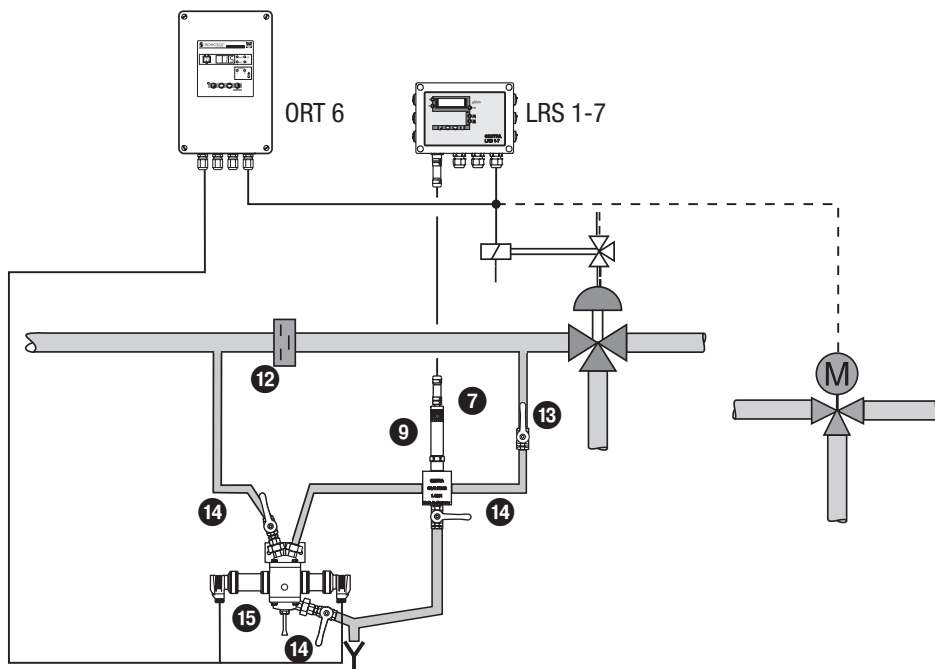

Fig. 8
- De geleidbaarheidselektrode en de sensor ORG 12/22 worden in een bypass geïnstalleerd, die lager ligt dan de hoofdleiding, om gasbellen en naverdamping op afstand van de instrumenten te houden. Houd ook gebruiksaanwijzing OR 52-5 / OR 52-6 aan. **Fig. 8**